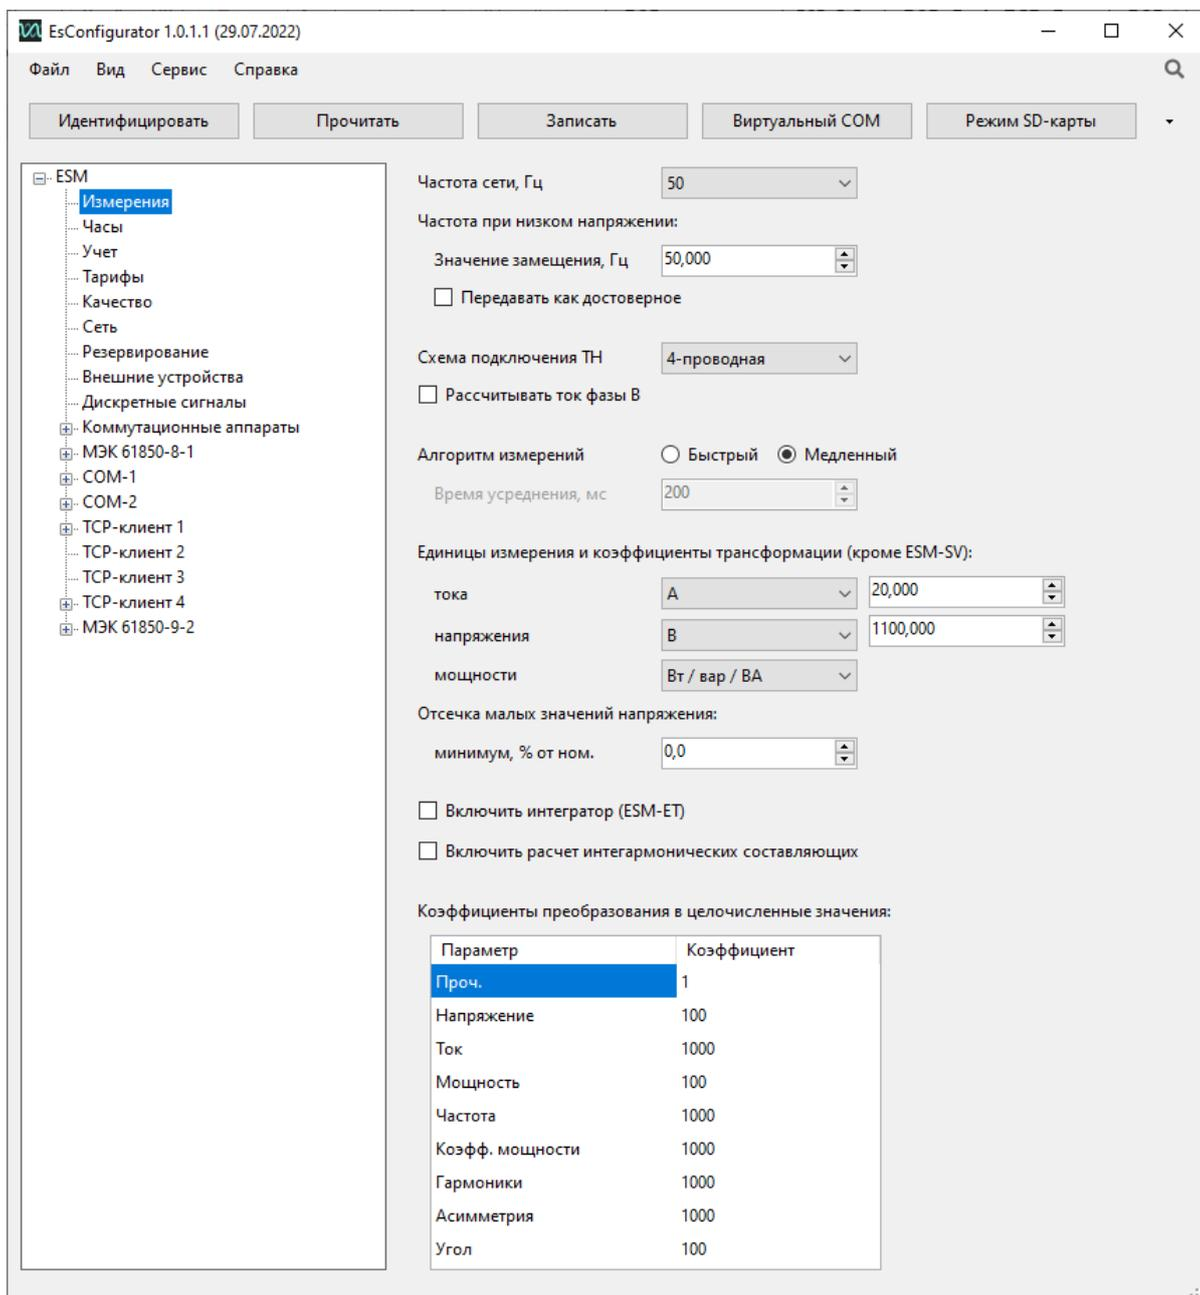

Рисунок 7.3. Настройки параметров измерения
7.3.1 На вкладке «Измерения» представлены настройки, связанные с измерениями параметров электрической сети (рис. 7.3).